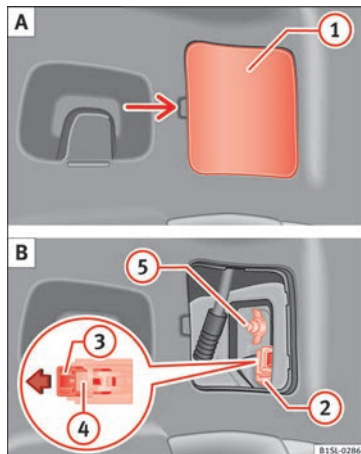

Fig. 149 En el lateral del maletero: A: desmonte la cubierta, B: desmontaje de los grupos ópticos traseros.
2. Retire la cubierta ① con cuidado haciendo palanca » fig. 149 A.
3. Tire del bloqueo ③ en el conector ② en la dirección de la flecha » fig. 149 B. Ayúdese para ello del destornillador de las herramientas de bordo.
4. Presione el encastre ④ y extraiga el conector ② » fig. 149 B.
5. Desenrosque la tuerca de mariposa ⑤ » fig. 149 B.
12. Sujete con una mano la luz trasera en la posición de montaje y enrosque fijamente la tuerca de mariposa con la otra mano ⑤ » fig. 149 B.
14. Inserte el conector ② en el portalámparas y presione el bloqueo ③ en el conector en la dirección contraria a la flecha » fig. 149 B.